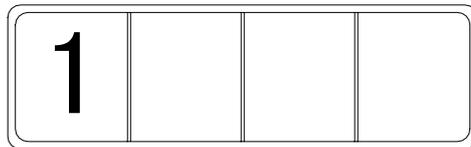

图 7 超量程显示
- 图 7 显示表示超量程，调小对应档的电流即可恢复。超量程显示并不影响电流输出。一般只在 I1 档有此现象。（如果在 I2~I5 档出现超量程显示，说明本显示或恒流发生故障。应立即关机维修）